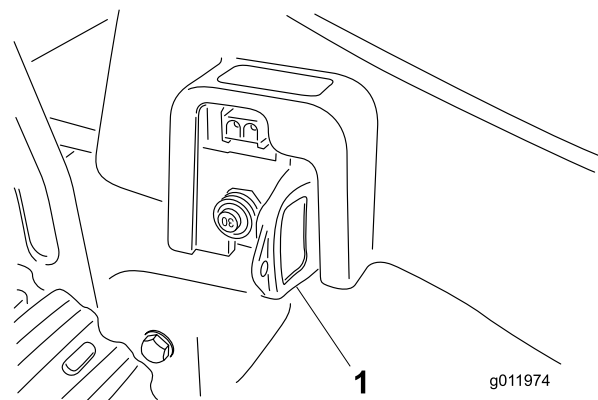

Figura 7
- Introduzca la llave a fondo en el receptáculo del enchufe (Figura 7).